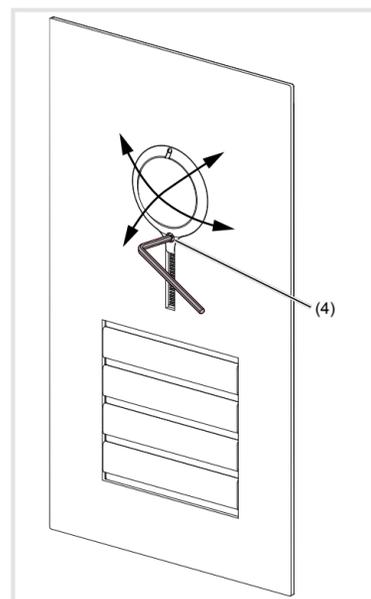

Figura 13: orientamento della telecamera
- Svitare le vite di fissaggio per la telecamera con la chiave a brugola fornita in dotazione da 1,5 mm (figura 13).